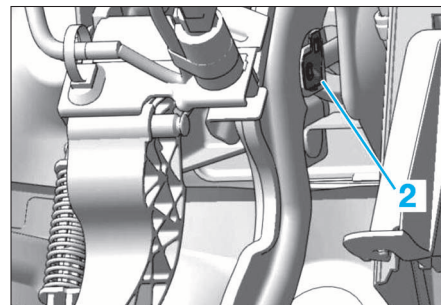

FIG.16
- Déposer l'axe de l'amplificateur de freinage maintenu par une agrafe élastique (2) sur la pédale de frein (Fig.16).